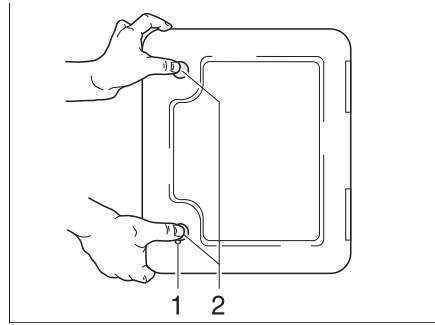

Fig. 150 Sportello per la cassetta Thetford
Lo sportello della cassetta Thetford (Fig. 150) si trova all'esterno del veicolo.
- Inserire la chiave nel cilindro della serratura a pressione (Fig. 150,1) e ruotare in senso orario di un quarto di giro.
- Premere contemporaneamente con i polli entrambi le serrature a pressione (Fig. 150,2) e aprire lo sportello per la cassetta Thetford.